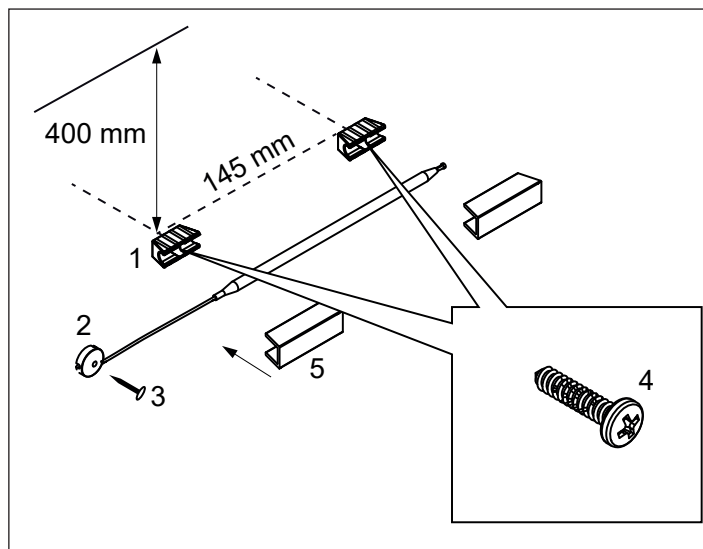
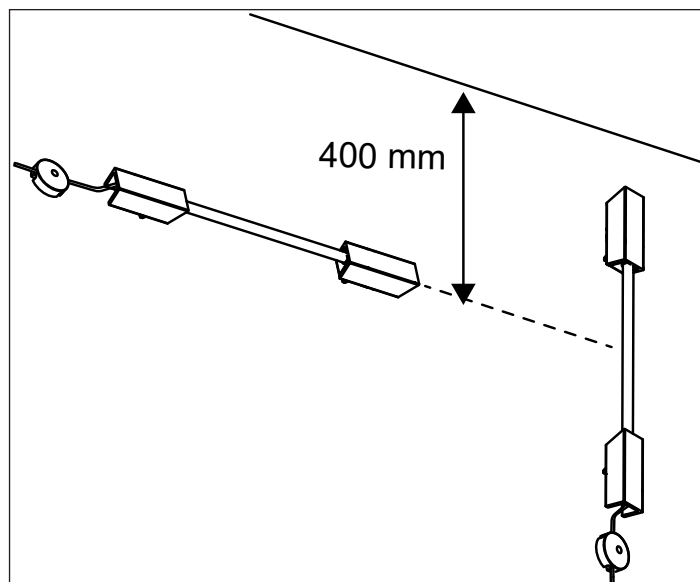
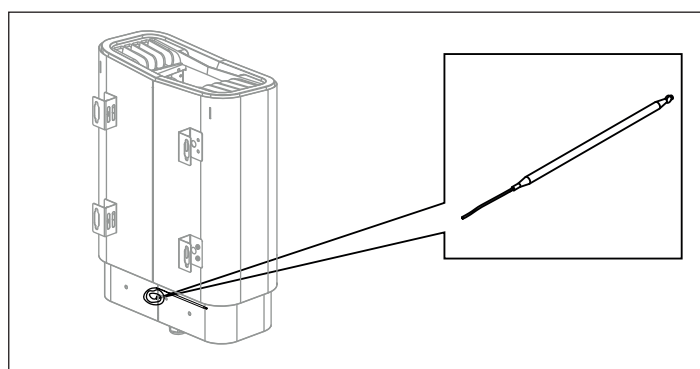

Fig 12: Installera temperatursensorn
Fig 13: Temperatursensorn
Fig 14: Hitta temperatursensorn
Montera temperatursensorhållarna, (se (1) i Fig 12) med de två medföljande skruvarna (4) 400 mm ned från taket och 145 mm emellan.
Skjut in temperatursensorn (hittas på baksidan av aggregatet, se Fig 14) och sätt på profilerna. Fäst kapillärröret med clipsen (2) och dyckerten (3) (se Fig 12). Sensorn kan placeras antingen vertikalt eller horisontellt, se fig 13
Vid inkoppling till spänningar eller fas-tal, som inte anges i kopplingschema (se Fig 14), kontakta Tylö kundservice.